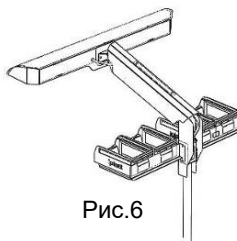

Рис.6
- КОМПЛЕКТ 4.0 ЛОТОК с четырьмя лотками, рис.6;